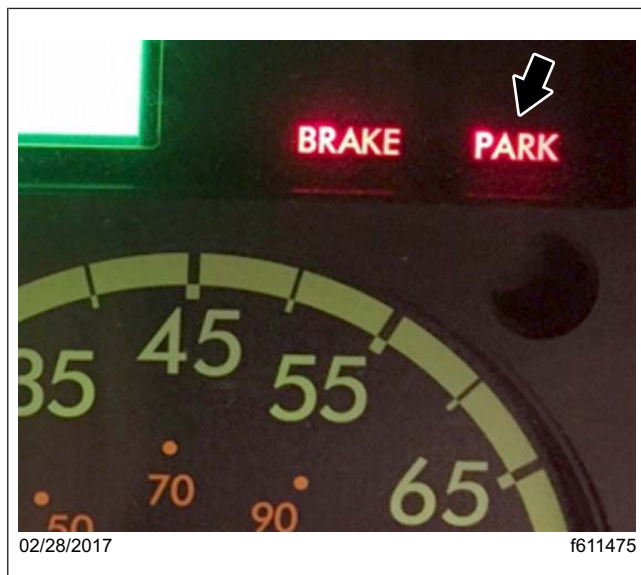
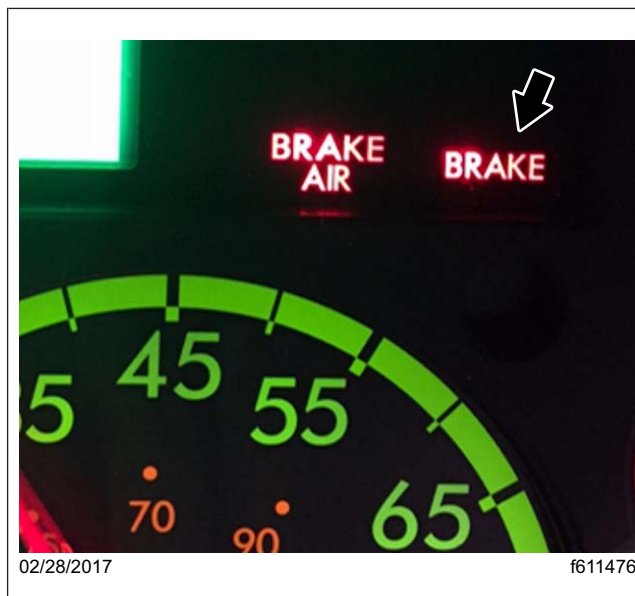

Figura 1, Testigo "Park": Reemplazar ICU3S
Figura 2, Testigo "Brake". El testigo está OK. No requiere reemplazo.
3. Durante la comprobación de la bombilla con la llave en la posición de encendido, inspeccione los testigos de la ICU3S (los testigos afectados permanecerán iluminados durante 3 segundos). Consulte la **Figura 1** y la **Figura 2**.